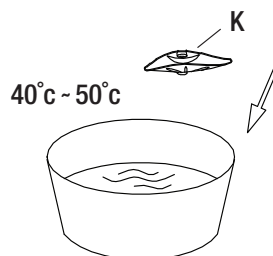

Fig. 7
5. Mettre le porte-savon (K) dans l'eau chaude à 40°C - 50°C pendant une minute pour adoucir le noyau en plastique du porte-savon, voir Fig. 7.